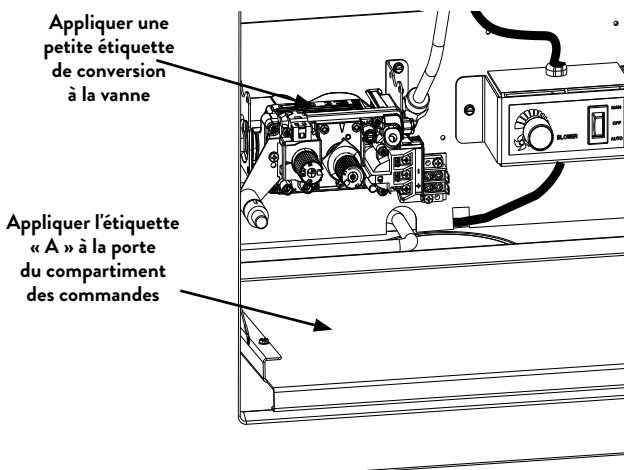

Figure 7.6.
- Remplacez l'orifice du pilote (veilleuse). Retirez le capot de la veilleuse de sa base. Il s'enclenche par le clip de retenue illustré à la figure 7.6.